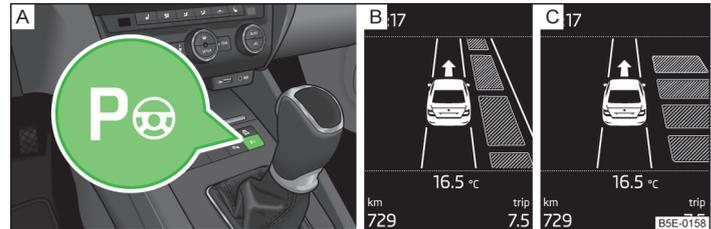

Abb. 133 Systemtaste / Anzeige im Display des Kombi-Instruments
Bei aktiviertem System leuchtet in der Taste  die Kontrollleuchte  » Abb. 133 auf Seite 141 - [\[A\]](#).
- Einmal die Taste » Abb. 133 drücken.
Im Display des Kombi-Instruments wird Folgendes angezeigt » Abb. 133 - .
- Zweimal die Taste » Abb. 133 drücken.
- »** Einmal die Taste **Pa** **» Abb. 133** auf Seite 141 drücken.